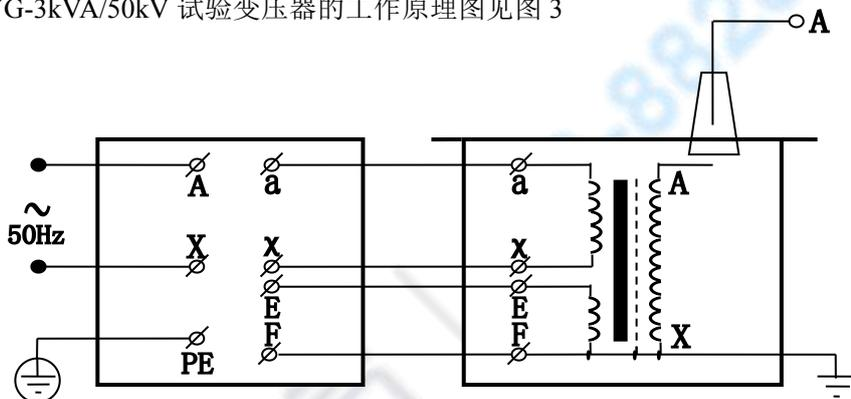

图 3：单台 HYG-3kVA/50kV 高压试验变压器原理图
1、单台 HYG-3kVA/50kV 试验变压器的工作原理图见图 3